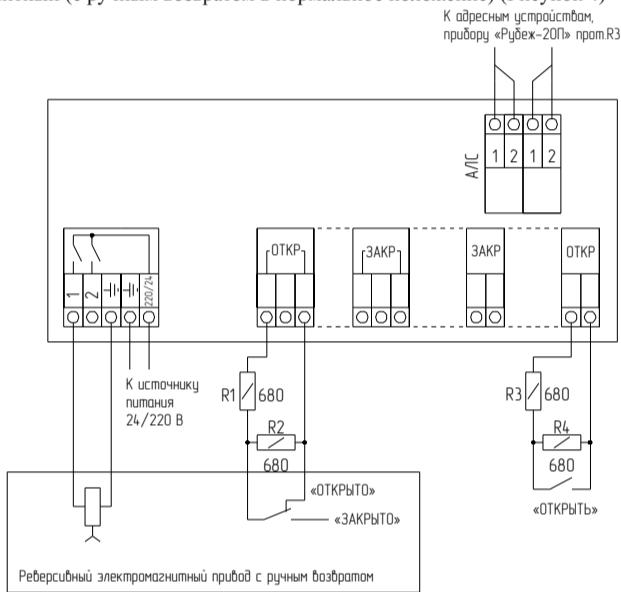

Рисунок 4 (заслонка клапана в положении «Открыто»)
• Электромагнитный (с ручным возвратом в нормальное положение) (Рисунок 4)